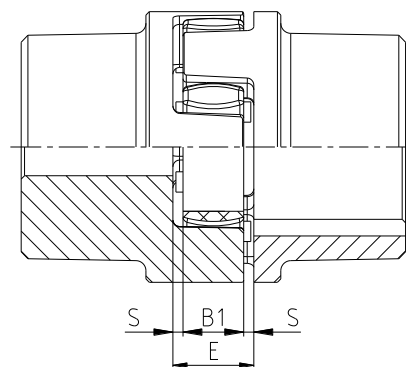

Figura 12: Montaje del acoplamiento
- Desplace los grupos en dirección axial, hasta haber alcanzado la medida E (véase figura 12).
- Alinee la estrella en el centro entre los mangones y compruebe las dimensiones E y S (consulte la figura 12 y el capítulo 1).